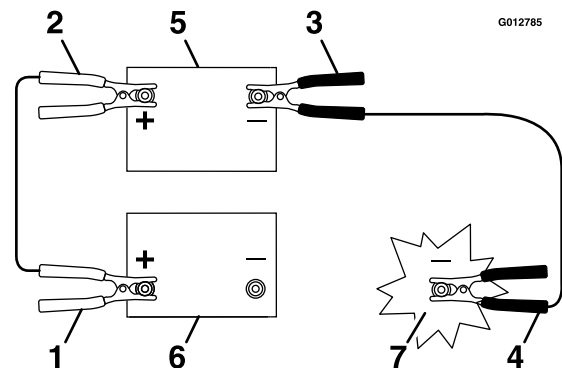

Figura 49
1. Conecte el cable de arranque positivo – rojo – (+) al borne positivo de la batería descargada, como se muestra en la Figura 49.
2. Conecte el otro extremo del cable positivo al borne positivo de la batería externa (Figura 49).
4. En la máquina con batería descargada, conecte el otro extremo del cable de arranque negativo al bloque motor, en un lugar alejado de la batería y de las correas (Figura 49).
2. Desconecte el cable negativo del bloque motor (Figura 49).
3. Desconecte el cable negativo de la batería descargada (Figura 49).
4. Desconecte el cable positivo de la batería externa (Figura 49).
5. Desconecte el cable positivo de la batería descargada (Figura 49).